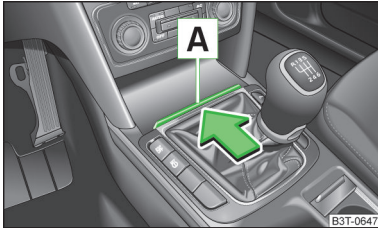

Abb. 81
➤ Auf die Deckelkante **A** » Abb. 81 in Pfeilrichtung drücken.
- Den Aschenbecher öffnen » Abb. 81 auf Seite 92.